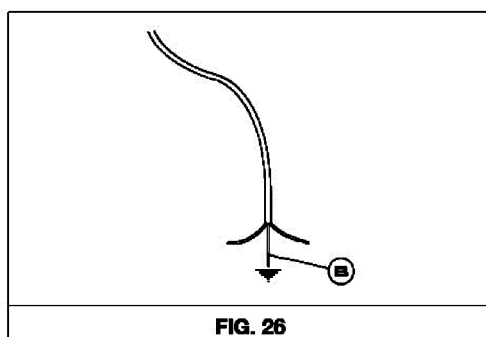

FIG. 26
*В случае замены подводящего кабеля, установщик должен оставлять провод заземления длиннее фазовых проводов (рис. 26), и следовать инструкциям, приведенным в параграфе 9.*